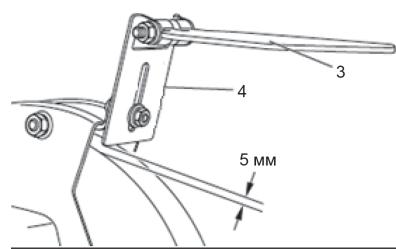

Рис. 2
3. Установите на станок искрогасители 4 (рис. 2) и защитный экран 3 (рис. 2) используя крепеж из комплекта.
4. Отрегулируйте зазор между искрогасителем и шлифовальным кругом. Он должен быть 5 мм (рис. 2)